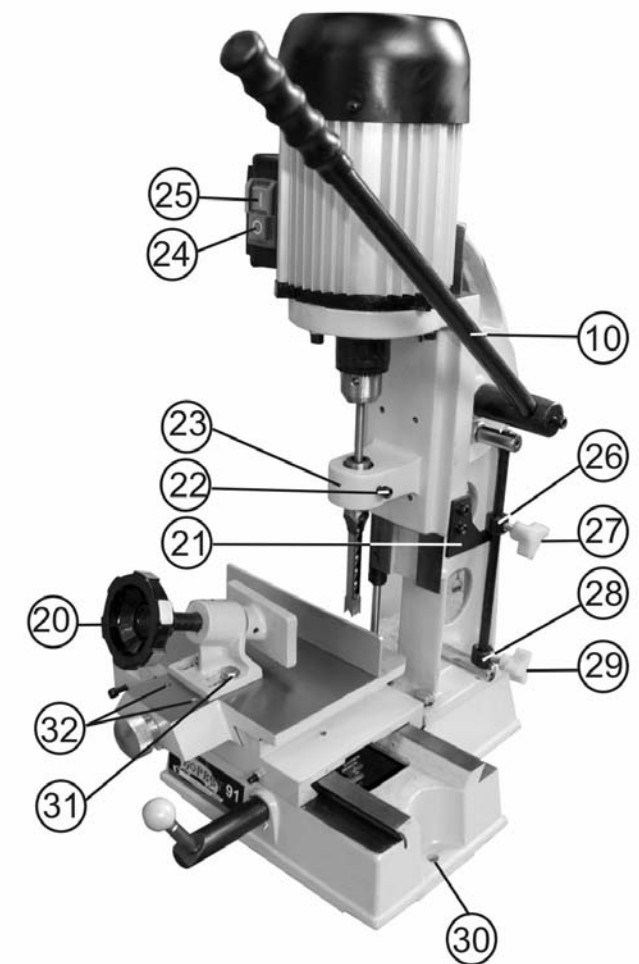

Рис.3
**8.1. Монтаж и установка машины (Рис.3)**
8.2.1. Как показано на Рис.3, установите и болтом (Г), Рис. 1, закрепите рычаг (10).
#### 9.2. Регулировка прижимного устройства (Рис.3,5)